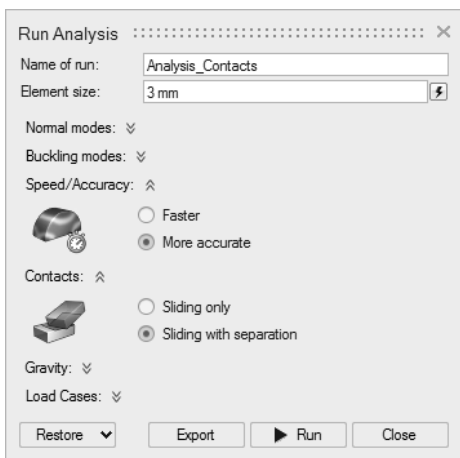

图 12-29
- 2) 在接触下，选择可分离的滑动接触，如图 12-29 所示。该选项将允许零件之间相对滑动且可以分离。